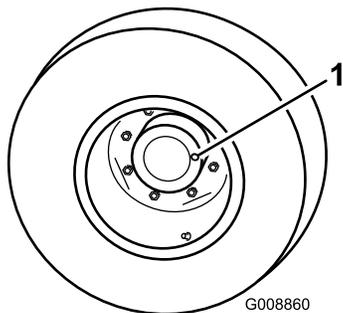

Figura 47
- Com a máquina numa superfície nivelada, posicione a roda de forma a que um tampão de verificação (Figura 47) fique na posição das 12 horas e o outro na das 3 horas.
- Retire o tampão da posição das 3 horas (Figura 47).